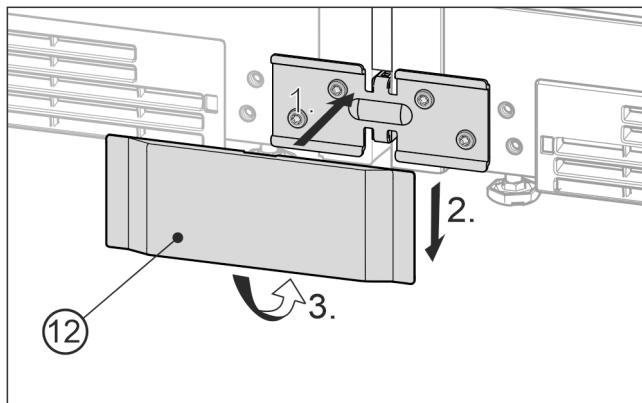

Fig. 28 Beispielhafte Darstellung
- Die untere Abdeckung Fig. 28 (12) von vorne auf den Winkel aufsetzen Fig. 28 (1), runterschieben Fig. 28 (2) und unten einrasten Fig. 28 (3).